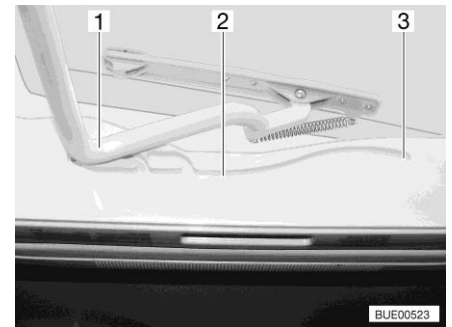

Bild 65 Spår (Heki-taklucka)
- Dra in bygel (Bild 65,1) i spåret (Bild 65,2) till den bakersta positionen (Bild 65,3).
- Tryck bygel (Bild 65,1) lätt uppåt med båda händerna.
- Drag bygel till önskad position i spåret (Bild 65,2).